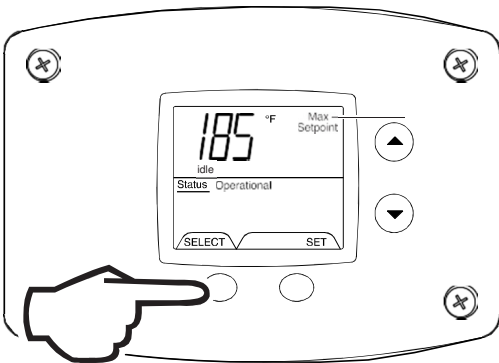

Fig. 32
1. Max Setpoint (Display/Change) (Fig. 32).